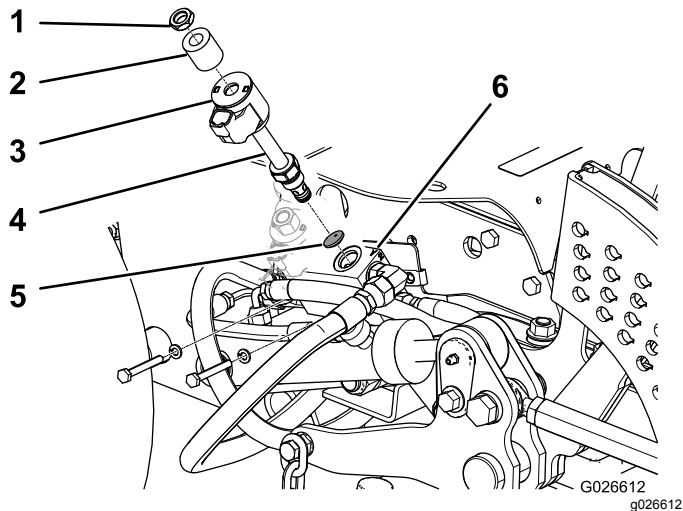

Figura 10
E. Retire el espaciador, la bobina y la válvula de solenoide del colector de la válvula de elevación (Figura 10).
F. Instale el disco reductor en el orificio del colector, posicionándolo con el extremo achaflanado hacia dentro (Figura 10).
H. Instale el conjunto de bobina/espaciador en la válvula de solenoide (Figura 10).
I. Sujete el conjunto de bobina/espaciador a la válvula con la tuerca (Figura 10) y apriete la tuerca a 7 N·m.